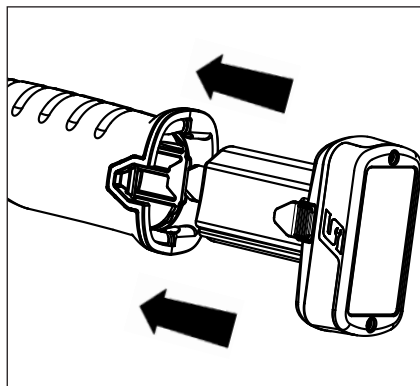

Figura 3: Instalación de la batería
1. Inserte una batería de la serie CTB totalmente cargada en la base de la herramienta, como se muestra en la figura 3.